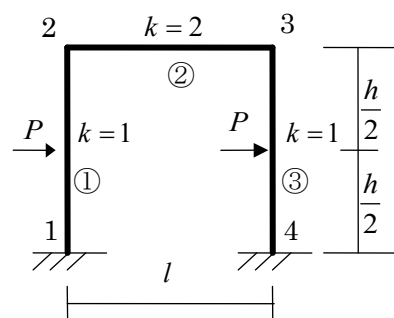

図 17 柱に逆対称集中荷重を受ける両端固定支持の骨組
次に、図 17 に示す骨組の応力解析を行い、曲げモーメント図、せん断力図、軸力図を求める。このモデルは対称形状で逆対称荷重、従って逆対称応力・変形状態となる。ここでは、逆対称条件を用いて骨組の半分で応力解析を行う。中間荷重のある部材①と③の基本応力を以下に示す。特に部材③の固定端モーメントが前のモデルと逆になっていることに注意されたい。